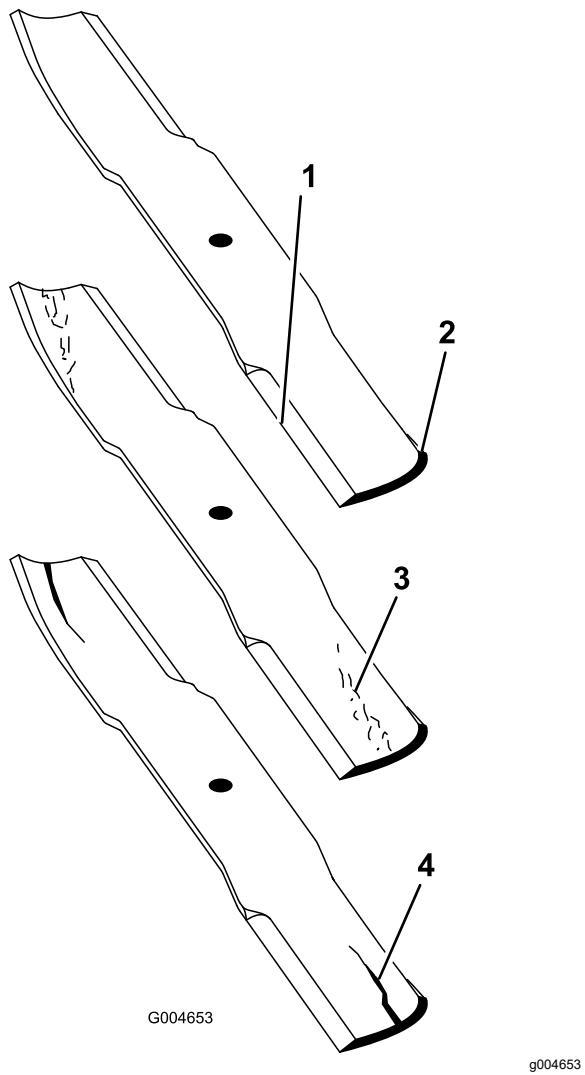

Рисунок 90
- Осторожно проверьте режущие кромки ножей, особенно в точке соединения плоской и изогнутой частей ножа (Рисунок 90).
Примечание: Так как песок и абразивные материалы могут вызвать износ металла, соединяющего плоскую и изогнутую части ножа, проверьте нож перед использованием газонокосилки. В случае обнаружения износа (Рисунок 90) замените нож.